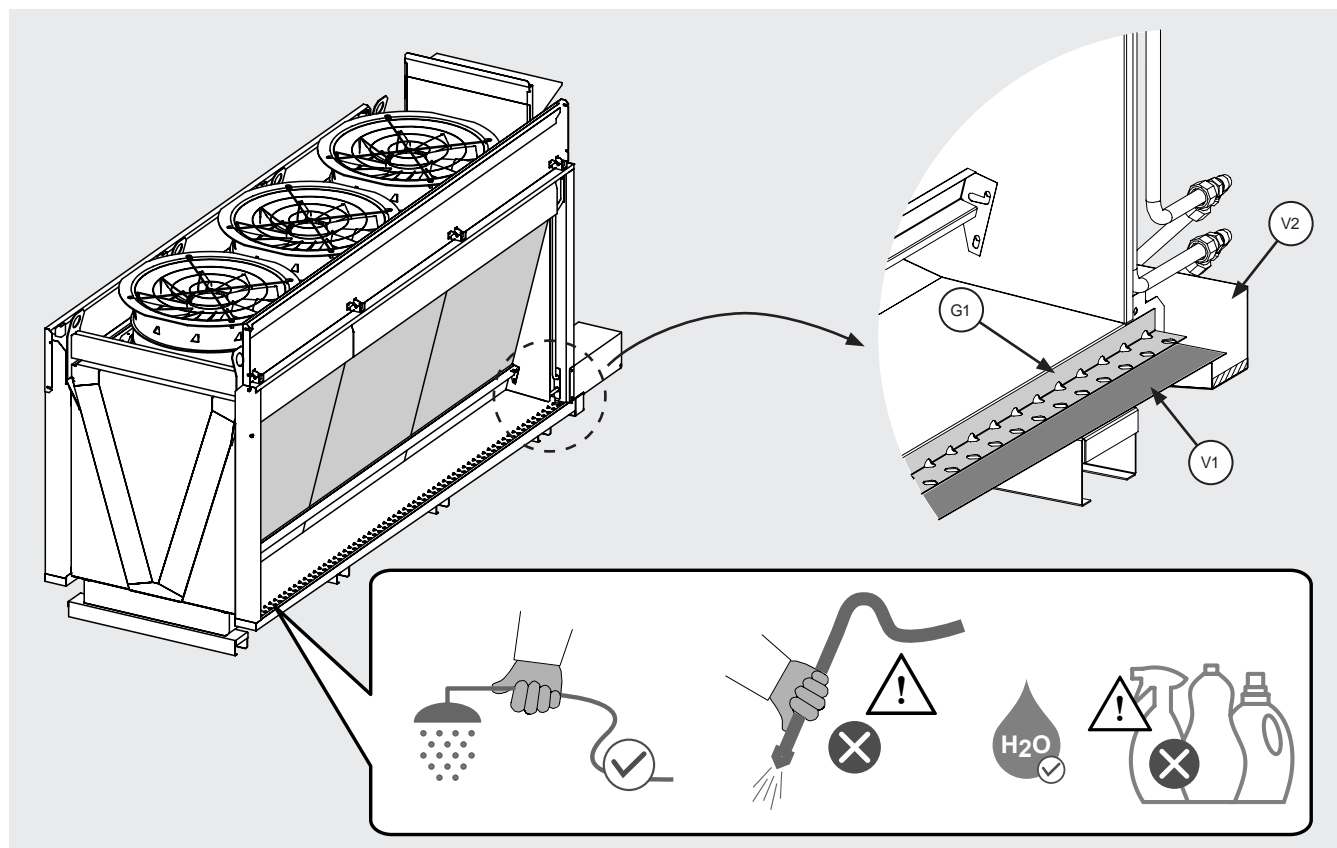

Figure 29
- 12.14.3 Le modèle est équipé de 2 réservoirs internes de collecte d'eau (V1) situés sous les deux rangées de panneaux latéraux adiabatiques. Voir la Figure 29.